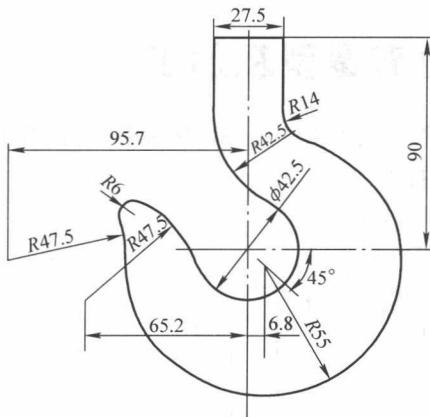

图 1-31 平面轮廓线
1) 绘制平面轮廓线。按 F9 键，切换 XYO 面为当前绘图平面，使用曲线生成和曲线编辑命令绘制如图 1-31 所示的平面图形。